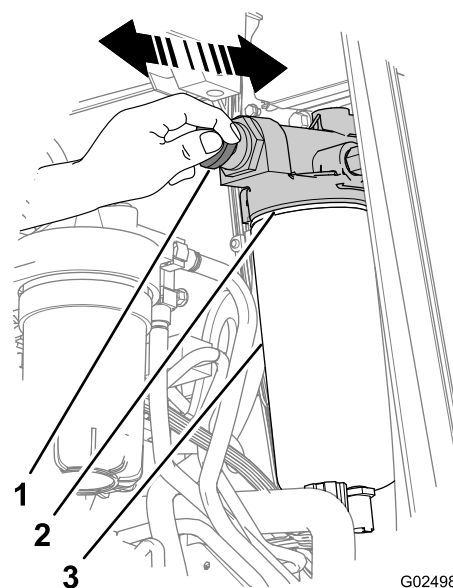

Figura 81
3. Pulite la testa della pompa del carburante e la pompa di innesco utilizzando un detergente spray ad asciugatura rapida e aria compressa (Figura 81).
4. Sbloccate la maniglia della pompa di innesco ruotandola **in senso antiorario** (Figura 81).
5. Pompate la maniglia di innesco (Figura 81) fino a quando non sentite una resistenza e non è più possibile pompare la maniglia (circa 140-150 movimenti per filtri asciutti o 20-60 movimenti per filtri pre-riempiti).
6. Bloccate la maniglia della pompa di innesco manuale girandola in senso orario finché non è completamente in sede (Figura 81).